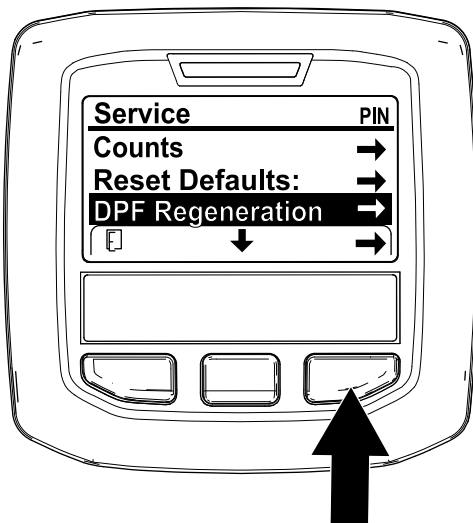

Figure 53
1. Ouvrez le menu Entretien, puis appuyez sur le bouton central pour naviguer jusqu'à l'option RÉGÉNÉRATION DU FAP (Figure 53).
2. Appuyez sur le bouton droit pour sélectionner l'option Régénération du FAP (Figure 53).